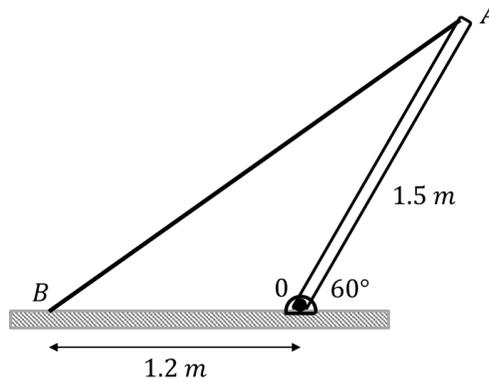

Fig. 4.7.
4.4.- Determine el valor de la tensión que sujeta en A la barra homogénea de longitud 1.5 (m) y masa 18 (kg) mostrada en la Fig. 4.7. Calcule, además las reacciones en el pasador en O.